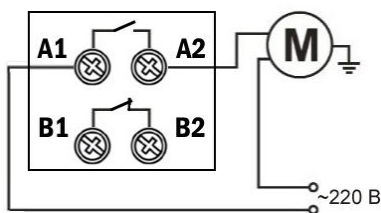

Рис. 2
- 2.1. Подключите насос или клапан к сети питания через контакты A1 и A2, как показано на рис. 2.
- 3.1. Подключите внешнее оборудование к сети питания через контакты A1 и A2, как показано на рис. 2.